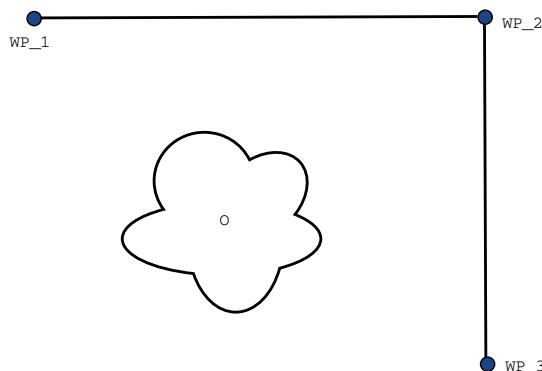

Figure 15.2: WP\_1: 初期位置、WP\_2: 通過点、WP\_3: 持ち上げ位置、0: 障害物。
例 ピッキングのアプリケーションを例として考えた場合、(図15.2参照)、ロボットは現在ウェイポイント 1 (WP\_1) にあり、ウェイポイント 3 (WP\_3) で対象物を持ち上げる必要があります。対称物やその他の障害物との衝突を避けるため (0)、ロボットは WP\_3 にウェイポイント 2 から来る方向で接近する必要があります (WP\_2)。つまり、ウェイポイントは要件を満たすパスを作り出すために導入されています。